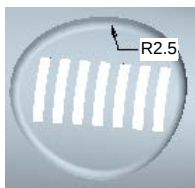
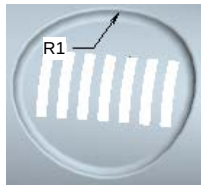

图 6.7.56 创建圆角 1
图 6.7.57 创建圆角 2
Step27. 创建图 6.7.56 所示的圆角 1。
(1) 选择下拉菜单 **插入(I) → 倒圆角(Q)...** 命令。
(2) 在模型上选择圆的内边线创建圆角; 在操控板中的圆角半径文本框中输入 2.5, 并按回车键; 单击“完成”按钮 , 完成特征的创建。
Step28. 创建图 6.7.57 所示的圆角 2, 相关操作参见 Step27, 圆角半径值为 1。